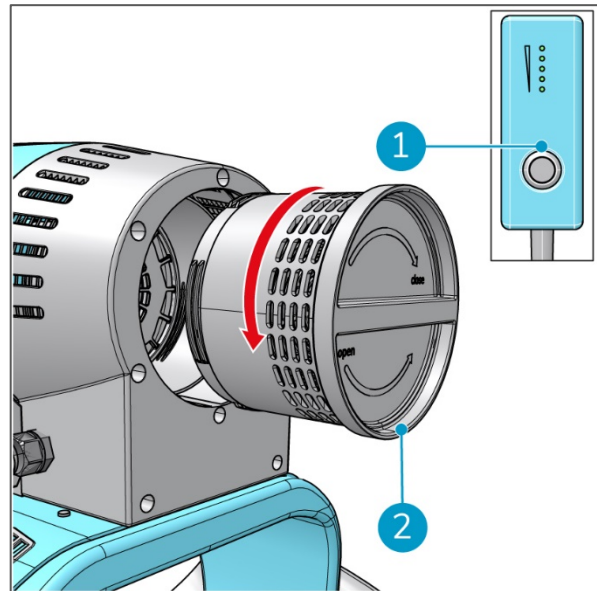

Abbildung 24
1. Schalten Sie den i-move® 2.5B mit dem ON/OFF-Schalter (Abbildung 24, Pos. 1) aus.
3. Schrauben Sie das Filtergehäuse (Abbildung 24, Pos. 2) entgegen dem Uhrzeigersinn aus der Unterseite des i-move 2.5B.
6. Schrauben Sie das Filtergehäuse (Abbildung 24, Pos. 2) im Uhrzeigersinn in die Unterseite des i-move 2.5B.
11. Schrauben Sie das Filtergehäuse (Abbildung 24, Pos. 2) im Uhrzeigersinn in die Unterseite des i-move 2.5B.